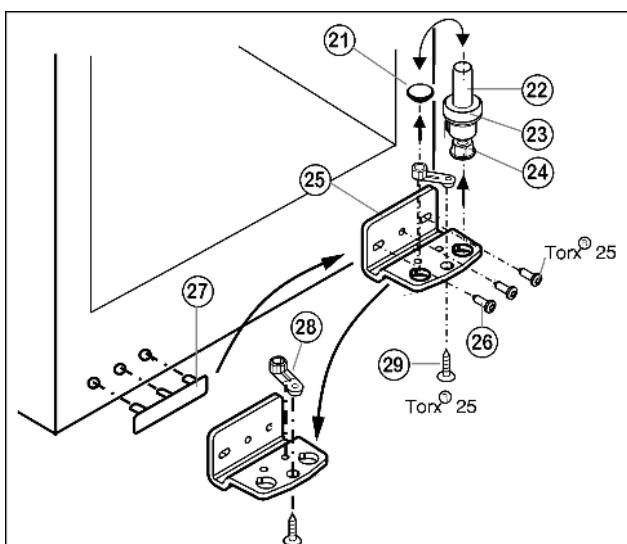

Fig. 7
- ▶ 連同墊片 Fig. 7 (23) 和墊腳 Fig. 7 (24) 將整個軸承螺栓 Fig. 7 (22) 向上拉出。
- ▶ 取下堵頭 Fig. 7 (21)。
- ▶ 卸下 Fig. 7 (26) 托架 Fig. 7 (25)。
- ▶ 卸下 Fig. 7 (29) 支承部件 Fig. 7 (28) 並將其更換到對面的托架定位孔內，重新固定。
- ▶ 小心抬起把手側的蓋板 Fig. 7 (27) 並移到反面。
- ▶ 必要時借助充電螺絲起子將托架 Fig. 7 (25) 重新安裝在新鉸鏈側（使用 4 Nm 的扭力）。
- ▶ 重新插入堵頭 Fig. 7 (21) 至另一孔內。
- ▶ 連同墊片和墊腳重新放入整個軸承螺栓 Fig. 7 (22)。同時注意止動凸輪需指向後方。
- ▶ 從上方將冷藏箱門放在下方軸承螺栓 Fig. 7 (22) 上。
- ▶ 將上方托架 (12) 放在冷藏箱門內的新鉸鏈側。
- ▶ 將上方托架 (12) (使用 4 Nm 的扭力) 鎖緊 (2 個 Torx® 25) (13)。需要時，預先鑽出螺栓孔或使用充電螺絲起子。
- ▶ 將蓋板 (10) 和蓋板 (11) 分別卡緊在反面。
- ▶ 必要時透過下方托架 Fig. 7 (25) 內的兩個長方形孔調整冷藏箱門，使其與冷藏箱外殼對齊。為此請旋出中間螺栓。